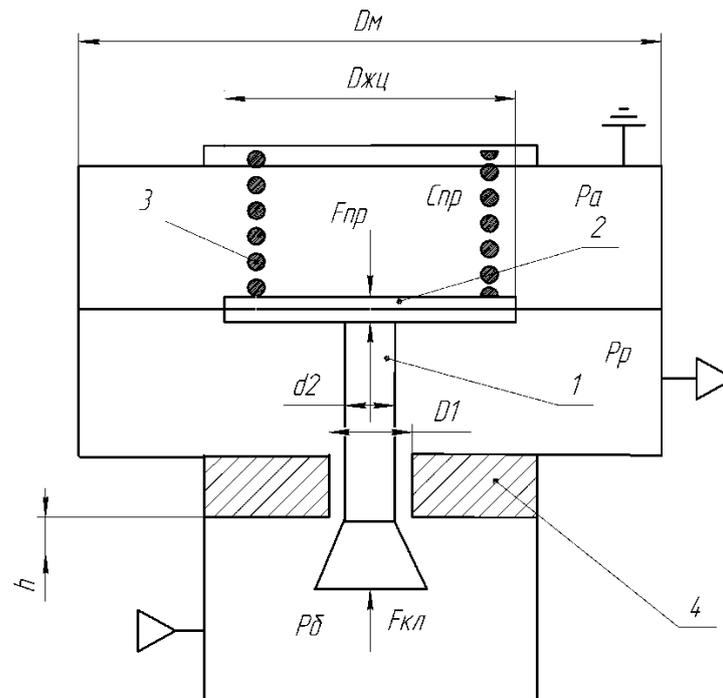

Рис. 5.
3. Составить математическая модель рабочего процесса редуктора дыхательного аппарата (рис.5).